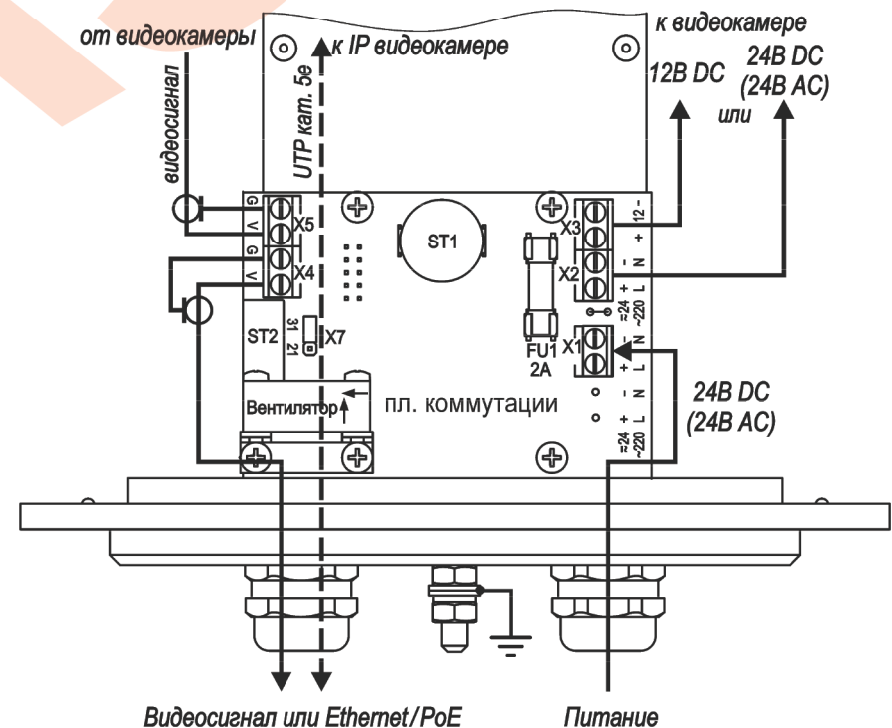

Рис.2 Подключение ТГБ-11-24/12(24); ~24/12(~24)
Предприятием изготовителем джампер Х7 установлен в положение «31» - мощность обогрева 46 Вт, для изменения мощности на 36 Вт джампер Х7 необходимо переставить в положение «21» (см. рис.2 и 3).
4. Подсоединить видеокамеру к контактам платы коммутации в соответствии со схемой подключения (рис.2 или 3).
5. Ввести через гермовводы внешние кабели (кабель видео или интерфейсный кабель и кабель питания) и подключить их к плате коммутации (рис.2 или 3).